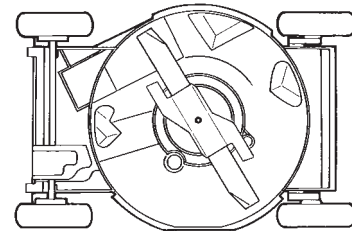

Figure 21
- Incline la cortadora sobre el lado izquierdo (Fig. 21).